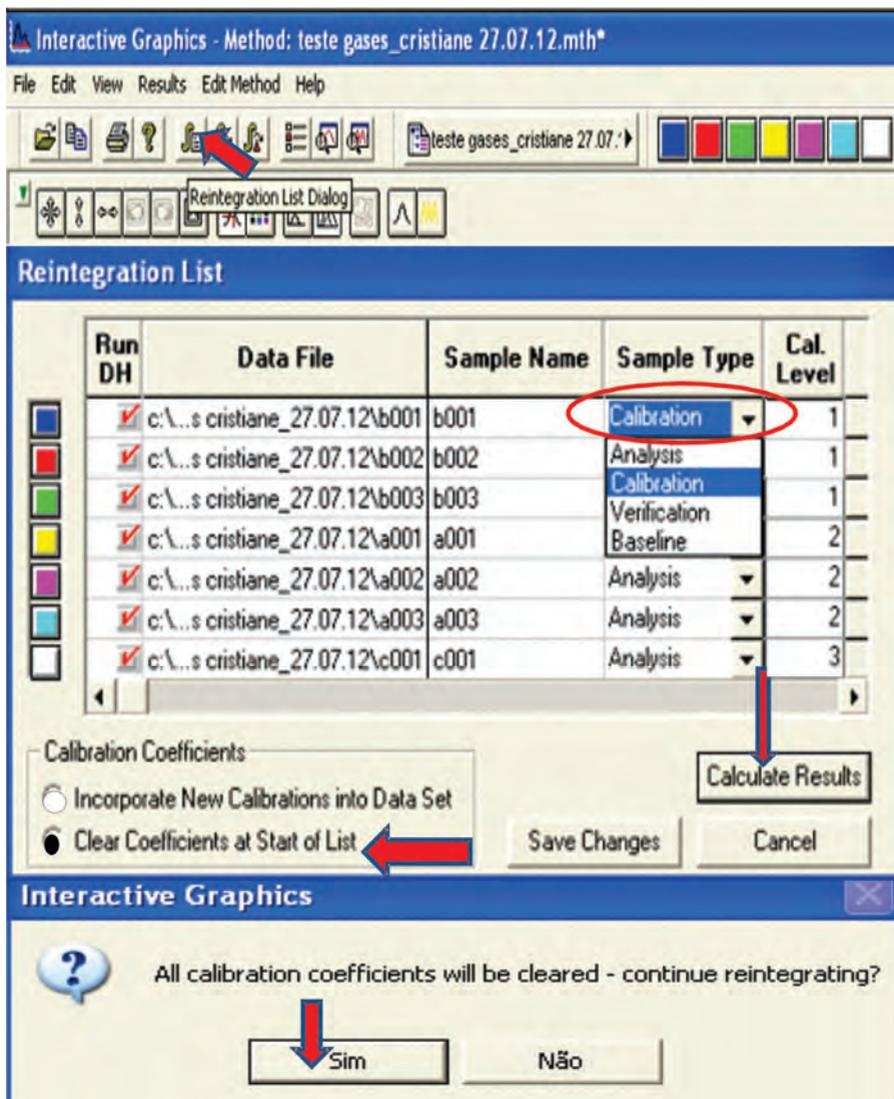

Figura 20. Procedimentos para calibração da curva padrão analítica.
- **Reintegration List Dialog** ( ) → clicar em *Sample Type* e selecionar *Calibration* para todos os padrões → na coluna *Cal. Level*, ordenar os padrões em sequência crescente (1; 2; 3) → em *calibration coefficients*, selecionar *Clear Coefficients at Start of List*12 → *Calculate Results* → aparecerá a pergunta: *All calibration coefficients will be cleared - continue reintegration?* Selecionar Sim (Figura 20).